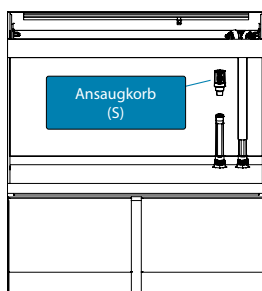
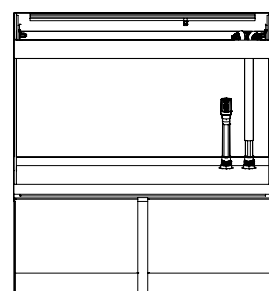
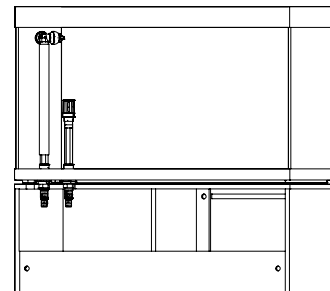

Abb. 5
Abb. 6
Abb. 7
4. Schieben Sie den Ansaugkorb (S) auf das Verbindungsrohr (A) (Abb. 5). Das Endergebnis ist in Abb. 6 und Abb. 7 zu sehen.